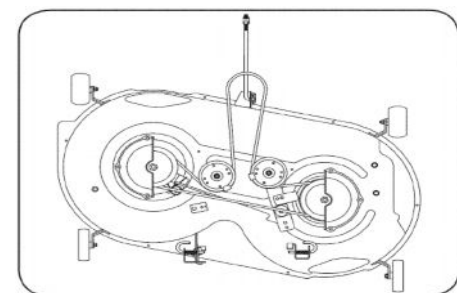

Рис. 15
5. Расположите новый ремень на двух внешних осевых шкивах, как показано на Рис. 15.
6. Заведите ремень на 2 натяжных шкивах деки, как показано на Рис. 15.